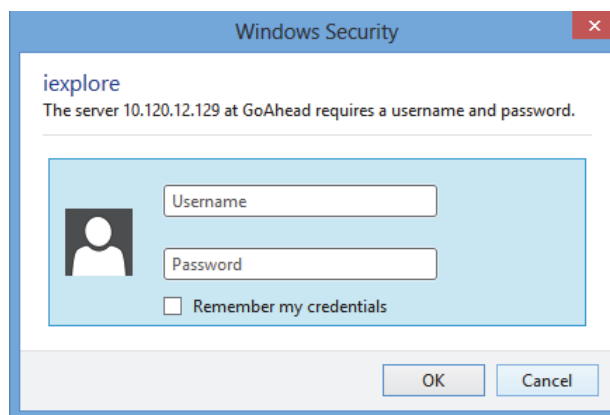

figure 41.2: Fenêtre d'ouverture de session
- 4 Cliquez sur le bouton *Continue* pour accéder à l'interface Web. Un écran semblable à celui illustré à la figure 41.2 apparaît.